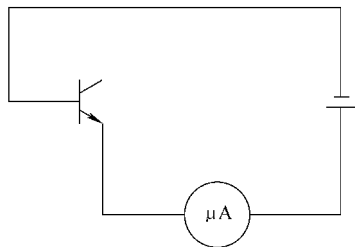

图 2-53 测量 I_{eb0} 电路
5) 发射极反向饱和电流 I_{eb0} 是指集电极 c 开路, 发射极 e 加规定电压时, 流过发射极 e 的反向电流。图 2-53 所示为测量 I_{eb0} 所用电路。